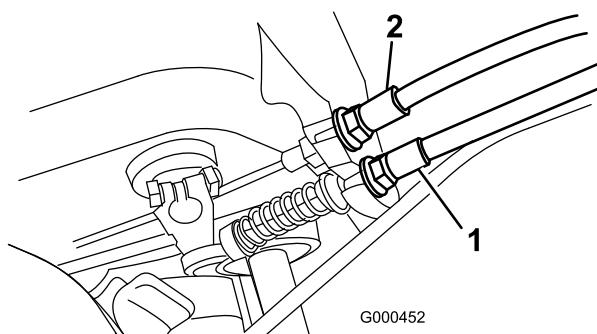

Figura 44
2. Per aumentare la tensione del cavo allentate il controdado del cavo anteriore e serrate il controdado del cavo posteriore (Figura 44) finché non occorre una forza di 5,4 – 7,2 kg, per innestare il comando della trazione.